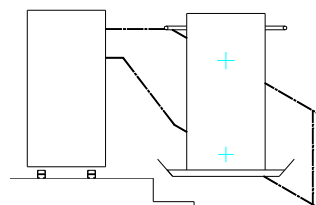
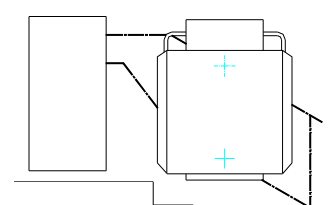

Abb. 3
Abb. 4
7. Bei einer automatisch betätigten Plattform muß zuerst der Schranken wieder in Schließstellung (Abb. 3) gebracht werden. **Die Plattform kann nun händisch ohne Probleme geschlossen werden (Abb. 4) und muß mit dem dafür vorgesehen Schloß gesichert werden.**